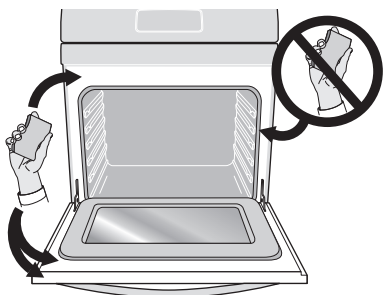

Figure 19 : Nettoyer autour du joint de porte du four
- Ne pas nettoyer le joint de porte du four (Figure 19). Le matériel tissé de la porte du four est essentiel à une bonne étanchéité. Il faut prendre garde à ne pas froter, endommager ou arracher le joint de porte.
- Nettoyer toute la saleté du cadre du four, la garniture de porte à l'extérieur du joint de porte et de la petite zone au centre avant de la sole du four. Ces zones reçoivent suffisamment de chaleur pour brûler les saletés. Nettoyer à l'eau savonneuse. Ces zones sont illustrées en blanc (Figure 19).